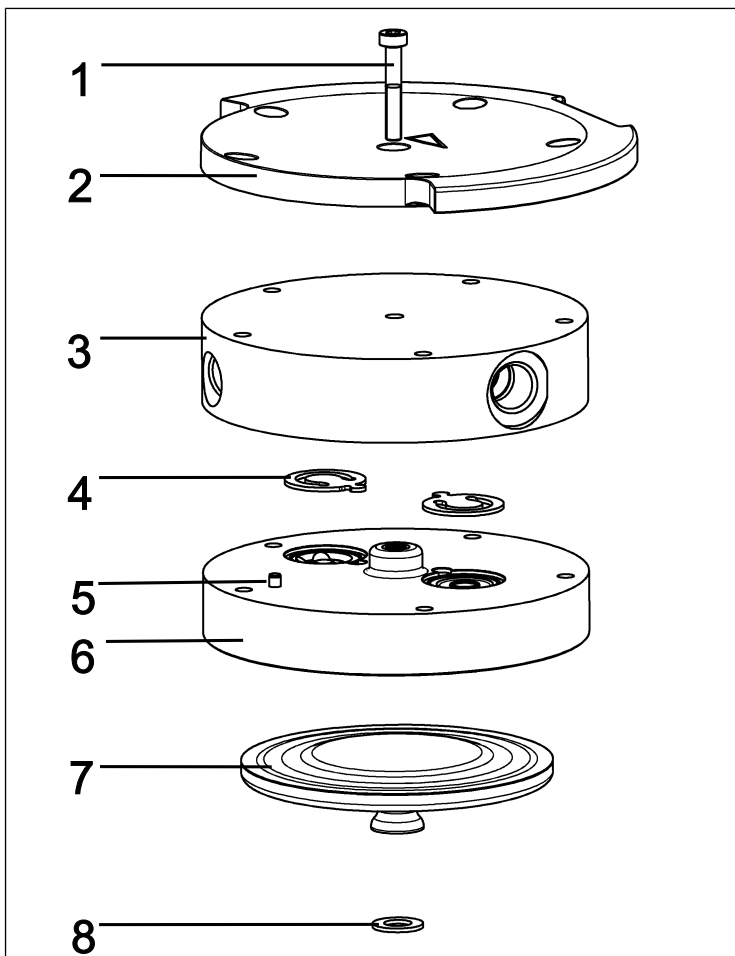

Fig.26: Tête de pompe (pompe représentée N820)
- i** Laissez tout d'abord les deux vis intérieures de la tête (1/ Fig. 26) bien serrées à ce stade.
i Les numéros de position se réfèrent aux Fig. 26, sauf indication contraire.